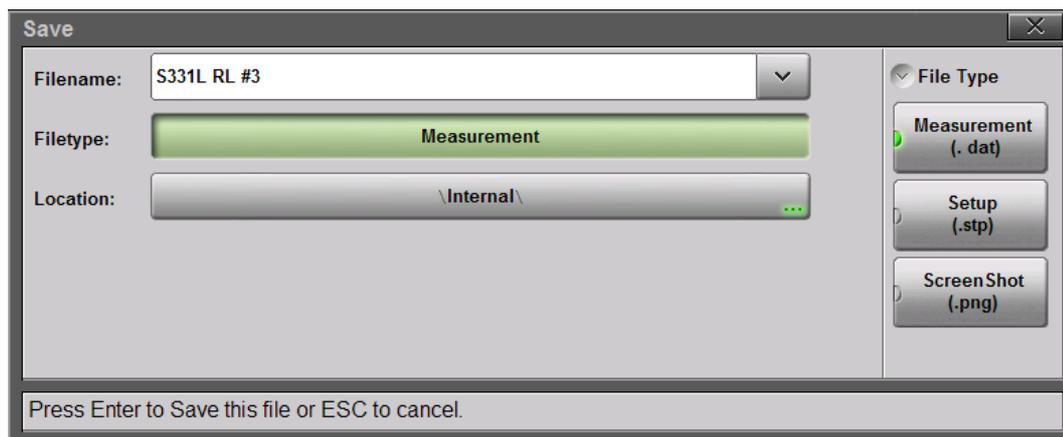

Рисунок 7-5. Настройка типа файла
1. В диалоговом окне **Save (File (1) > Save)** нажмите **Filetype**, затем выберите **Measurement** (измерение), **Setup** (настройка) или **ScreenShot** (снимок экрана) (рис. 7-5 на стр. 7-5). По умолчанию тип измерения установлен на **Measurement** (измерения).
Расширение типа файла (рис. 7-5) автоматически добавляется к имени файла в зависимости от выбранного типа файла.